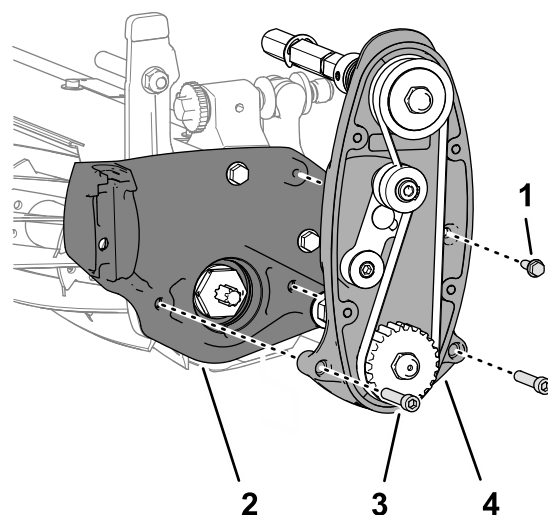

図 7
2. カuttingユニットのサイドプレートにリール駆動アセンブリを固定しているフランジヘッドねじ 1/4" x 3/4"を外す 図 7。
3. カuttingユニットのサイドプレートにリール駆動アセンブリを固定しているソケットヘッドねじ5/16" x 1/2"2本をロックナットサイドプレートに組み付けてあるから外して、リールドライブを外す 図 7。